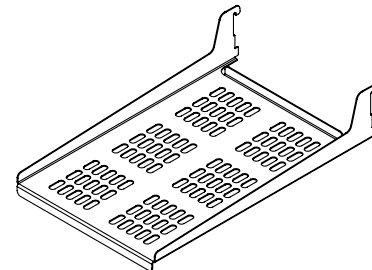

Figure 15
2) étagères métalliques perforées en porte-à-faux (Voyez la Figure 15).